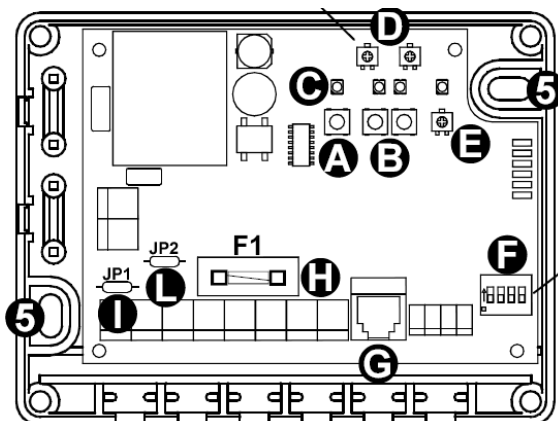

Fig. 2: Utstyringsenhetens kretskort, med dess byglar, säkring, DIP-switchar, etc.
- ♦ Tryck på avsedd kanal-knapp (**B**) i raden upptill (se fig 2), och *håll kvar den intryckt*.
- ♦ Tryck på associeringsknappen '**A**' (se fig 2), och *håll kvar den intryckt*